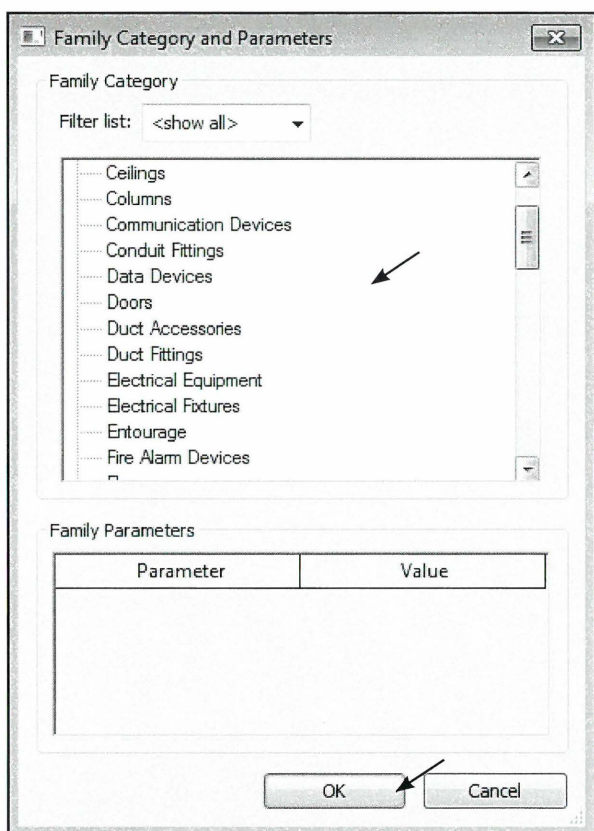

Fig. 04.116. Vælg en kategori for objektet.
- Vælg en kategori for objektet (Fig. 04.116).